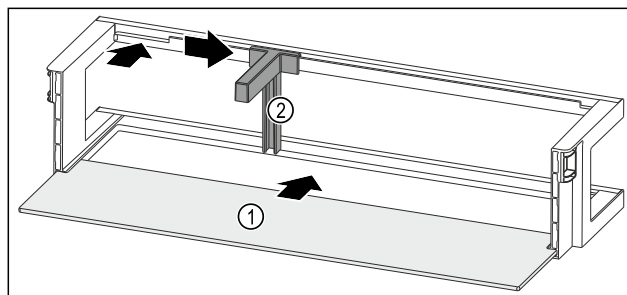

Fig. 101 Raft montat pe ușă cu raft
- Împingeți în interior raftul Fig. 101 (1) în degajările laterale.
- Introduceți suportul pentru sticle Fig. 101 (2) în degajare.
- Împingeți în lateral suportul pentru sticle Fig. 101 (2) în poziția dorită.